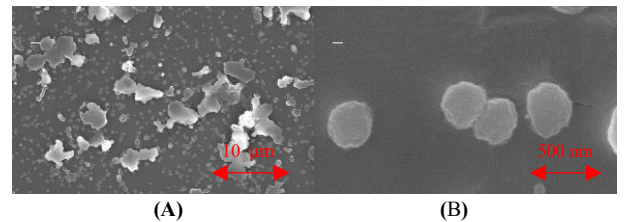

Figure 4. Particles of ink
きなかった。一方で長方形パターンに対しては充填された様子が確認された。今回使用した墨汁の粒子は Figure 4 に示すような大きさで, (B)の墨汁の粒子は300 nm程度だとわかる。また, (A)の白い10 μmほどの塊は墨汁に含まれる糊の成分と粉体の混ざった状態と考えられる。今回使用した墨汁の成分はすべて50 μm以下であることから, 長方形に現れた点は墨汁が流入したものと推測される。